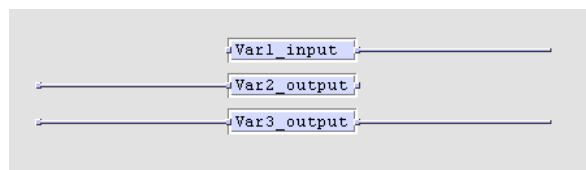

Abbildung 175: Richtung von globalen Variablen
- Die Richtung der Variable wird anhand ihrer graphischen Repräsentierung bestimmt, wie in Abbildung 175 gezeigt.